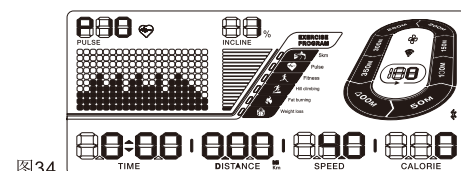

图34
2. 连续按下面板上TrainingProg键,直至屏幕上出现P10字样。(图34所示)。